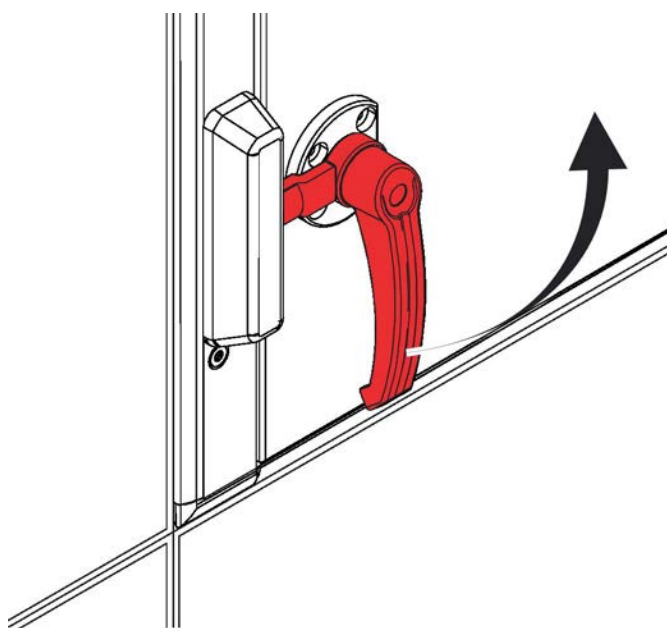

Fig. 21: Ouverture d'un verrou de porte
- ▶ Tourner la poignée de la porte de 90° (Voir la Fig. 21) dans le sens anti-horaire.